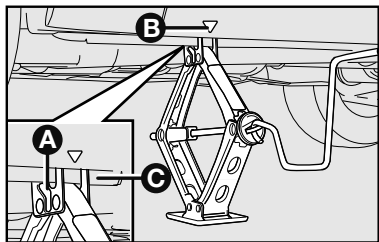

fig. 5
- Colocar o macaco onde está marcado o símbolo ▼ **B-fig. 5** ou **6** perto da roda a substituir, e certificar-se de que a ranhura **A** do macaco esteja bem encaixada na longarina **C**.